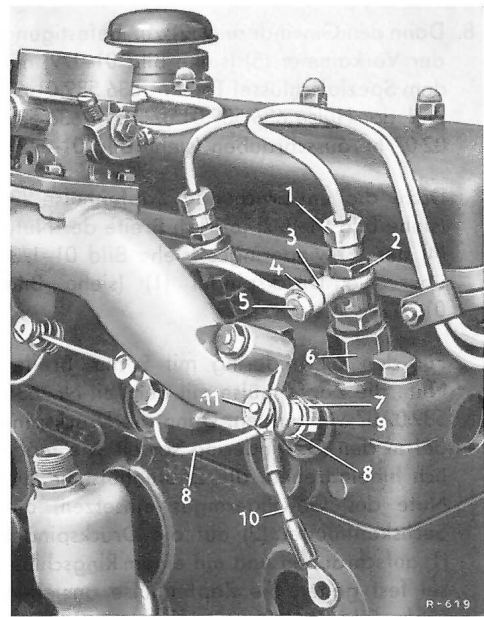

Bild 01-1/1
2. Die Überwurfmutter (1) zur Befestigung der Einspritzleitung abschrauben (siehe Bild 01-1/1).
3. Die Sechskantmutter (2) zur Befestigung des Durchgangsstückes (3) sowie die Hohl-schraube (5) für den Anschluß und die Befestigung der Leckölleitung (4) heraus-schrauben (Bild 01-1/1). Werden alle vier Düsenhalter ausgebaut, dann die Lecköl-leitung am T-Stück (Verbindungsstück von Leckölleitung, Überströmleitung und Rück-laufleitung) zusätzlich abschließen und die Leckölleitung abnehmen.
**Anm.:** Die Hohl-schraube (5) zur Befestigung der Leckölleitung (4) ist erst zu lösen, wenn die Sechskantmutter (2) für das Durch-gangsstück (3) gelöst ist. Es wird dadurch verhindert, daß sich bei einer festsitzenden Sechskantmutter (2) der Düsenhalter (6) an Stelle der Sechskantmutter (2) löst. Ist dies trotzdem der Fall, ist mit einem Gabel-schlüssel SW 24 mm der Düsenhalter fest-zuhalten.
4. Den Düsenhalter (1) mit Einspritzdüse un-ter Verwendung des Steckschlüssel-Einsat-zes Teil-Nr. 312 589 00 09 heraus-schrauben und die Dichtung (4) (auch Düsenplättchen genannt, siehe Bild 01-1/9) herausnehmen. Die Bohrung der Vorkammer bis zum Wie-dereinbau abdecken, um ein Eindringen von Schmutz oder Fremdkörpern zu ver-hindern.